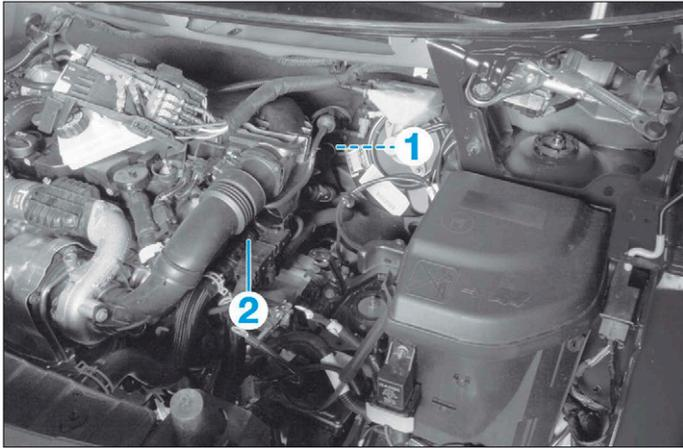

FIG. 23
- Déposer les vis de purge sur la durit du radiateur de chauffage (1) et sur la boîtier thermostatique (2) (Fig.23).